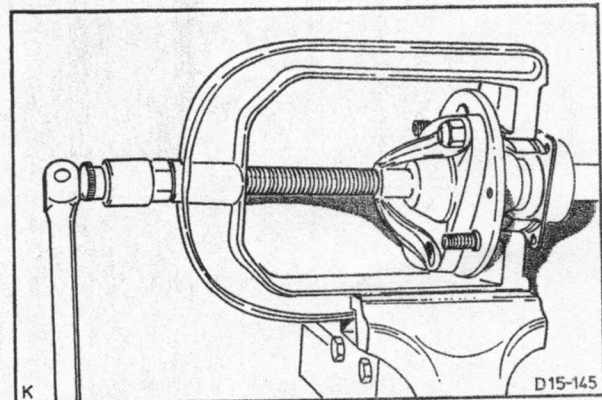

Fig. 123 - Extraction du roulement de l'arbre de roue
5. Pincer l'outil 15-055 à l'étau. Mettre en place l'adaptateur 15-055-01 ainsi que l'arbre de roue dans l'outil et arracher le roulement à bille en tournant la vis centrale de l'outil dans le sens inverse horloge, voir fig. 123. Si l'on procède à l'extraction du roulement à l'aide de l'embase 15-059, l'utiliser avec l'adaptateur 15-059-03.